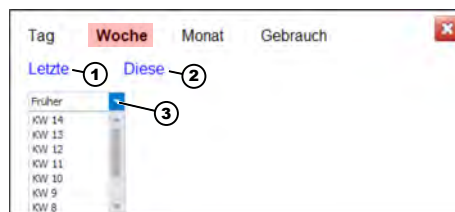

Abb. 18: [Eigener Zeitraum] / [Woche]
3. ➤ Zwischen [Letzte] (Abb. 18, Pos. 1) und [Diese] (Abb. 18, Pos. 2) wählen.
4. ➤ Mit dem Schalter ▼ [Früher] (Abb. 18, Pos. 3) kann eine der bereits vorangegangenen Kalenderwochen (KW) ausgewählt werden.